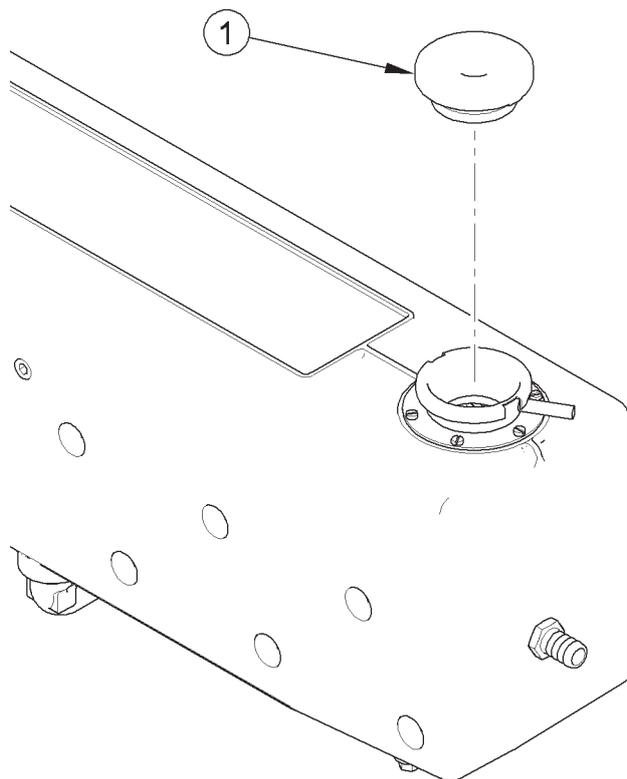

Abbildung 2
1. Nehmen Sie den Kühlmittel-Fülldeckel (Abbildung 2 Nummer 1) ab.